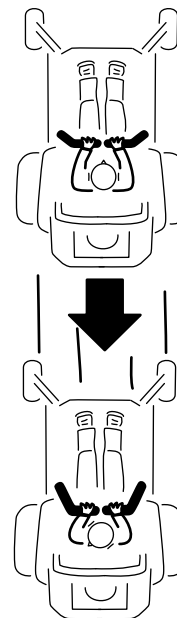

Figure 30
2. Pour vous déplacer en marche arrière, tirez lentement les leviers en arrière (Figure 30).